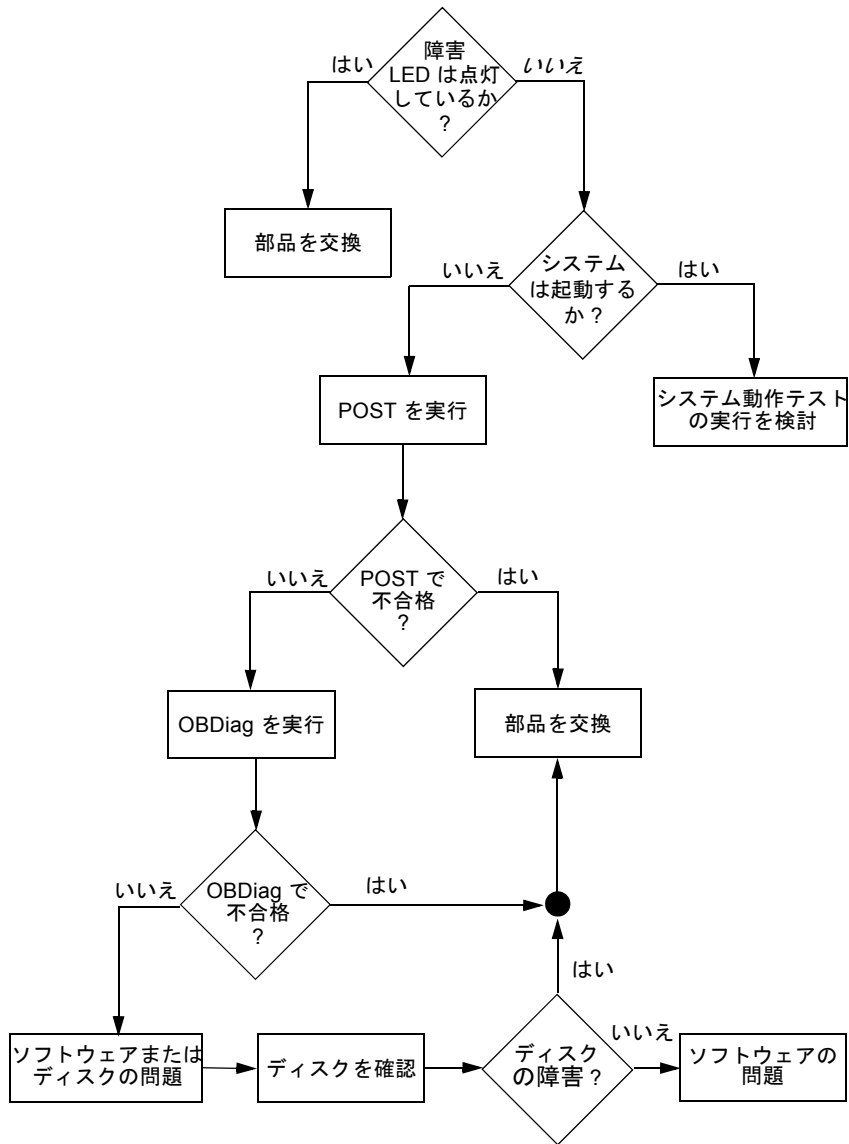

図 10-1 ハードウェアの障害を特定するためのツールの選択
- システムが起動できる場合は、より総合的なツールを使用する必要があります。図 10-1 に、一般的な障害特定作業の流れを示します。